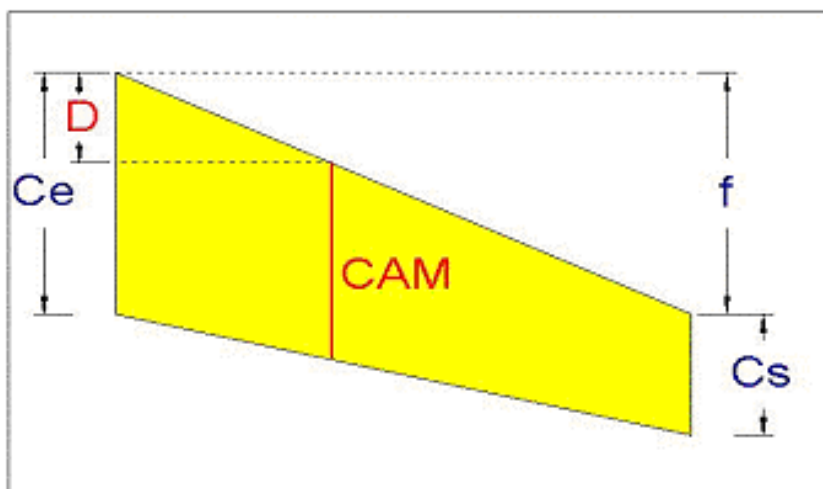
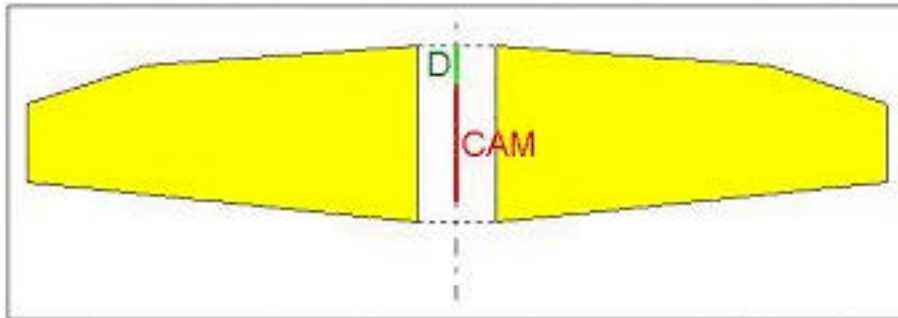

Fig.02
Fig.04
2. Freccia – negli aerei veri l'effetto principale della freccia è quello di migliorare le performances alle velocità alte (prossime a quella del suono). Non è di grandissimo interesse per questo nel nostro hobby, a meno che non si desideri volare a mach 1.... La freccia ha altri due effetti : Primo aumenta la stabilità lungo l'asse verticale (in inglese YAW) per cui possiamo dire che ha un certo « effetto deriva ». Secondo ha un effetto stabilizzante sull'asse di rollio (ROLL) che possiamo assimilare all « effetto diedro ». Nell' ALLEGATO 01 si trova una figura con la definizione dei vari assi del nostro modello). Questi effetti sono importanti se la freccia è grande (quando le estremità sono completamente dietro alla radice delle ali come in Fig02). comunque alle nostre velocità nettamente sub soniche un'ala a forte freccia ha un rendimento poco superiore ad un'ala dritta. Questo è il motivo per cui solitamente si usa solo per le riproduzioni di Jets
Con riferimento alla Fig.02 e considerando f= freccia dell'ala si ottiene D.
Avendo ottenuto la lunghezza della CAM e la distanza D dell'ala intera potete evitare di trovare la posizione della CAM lungo l'ala come in Fig. 02, e sovente ciò è impossibile. La CAM di un'ala a più trapezi è un valore puramente teorico. Non si può fare altro che tracciarla sull'asse longitudinale come in Fig. 04 che vi da un'idea del vostro progetto a questo punto.